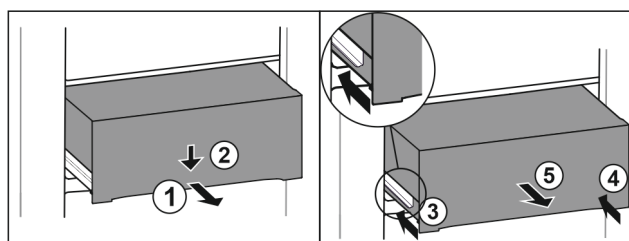

Fig. 121
- ▶ Tirer le tiroir jusqu'à mi-chemin. Fig. 121 (1)
- ▶ Appuyer sur l'avant du tiroir vers le bas. Fig. 121 (2)
- ▶ Insérer le rail gauche d'env. 2 cm. Fig. 121 (3)
- ▶ Insérer le rail droit d'env. 2 cm. Fig. 121 (4)
- ▶ Retirer le tiroir par l'avant. Fig. 121 (5)